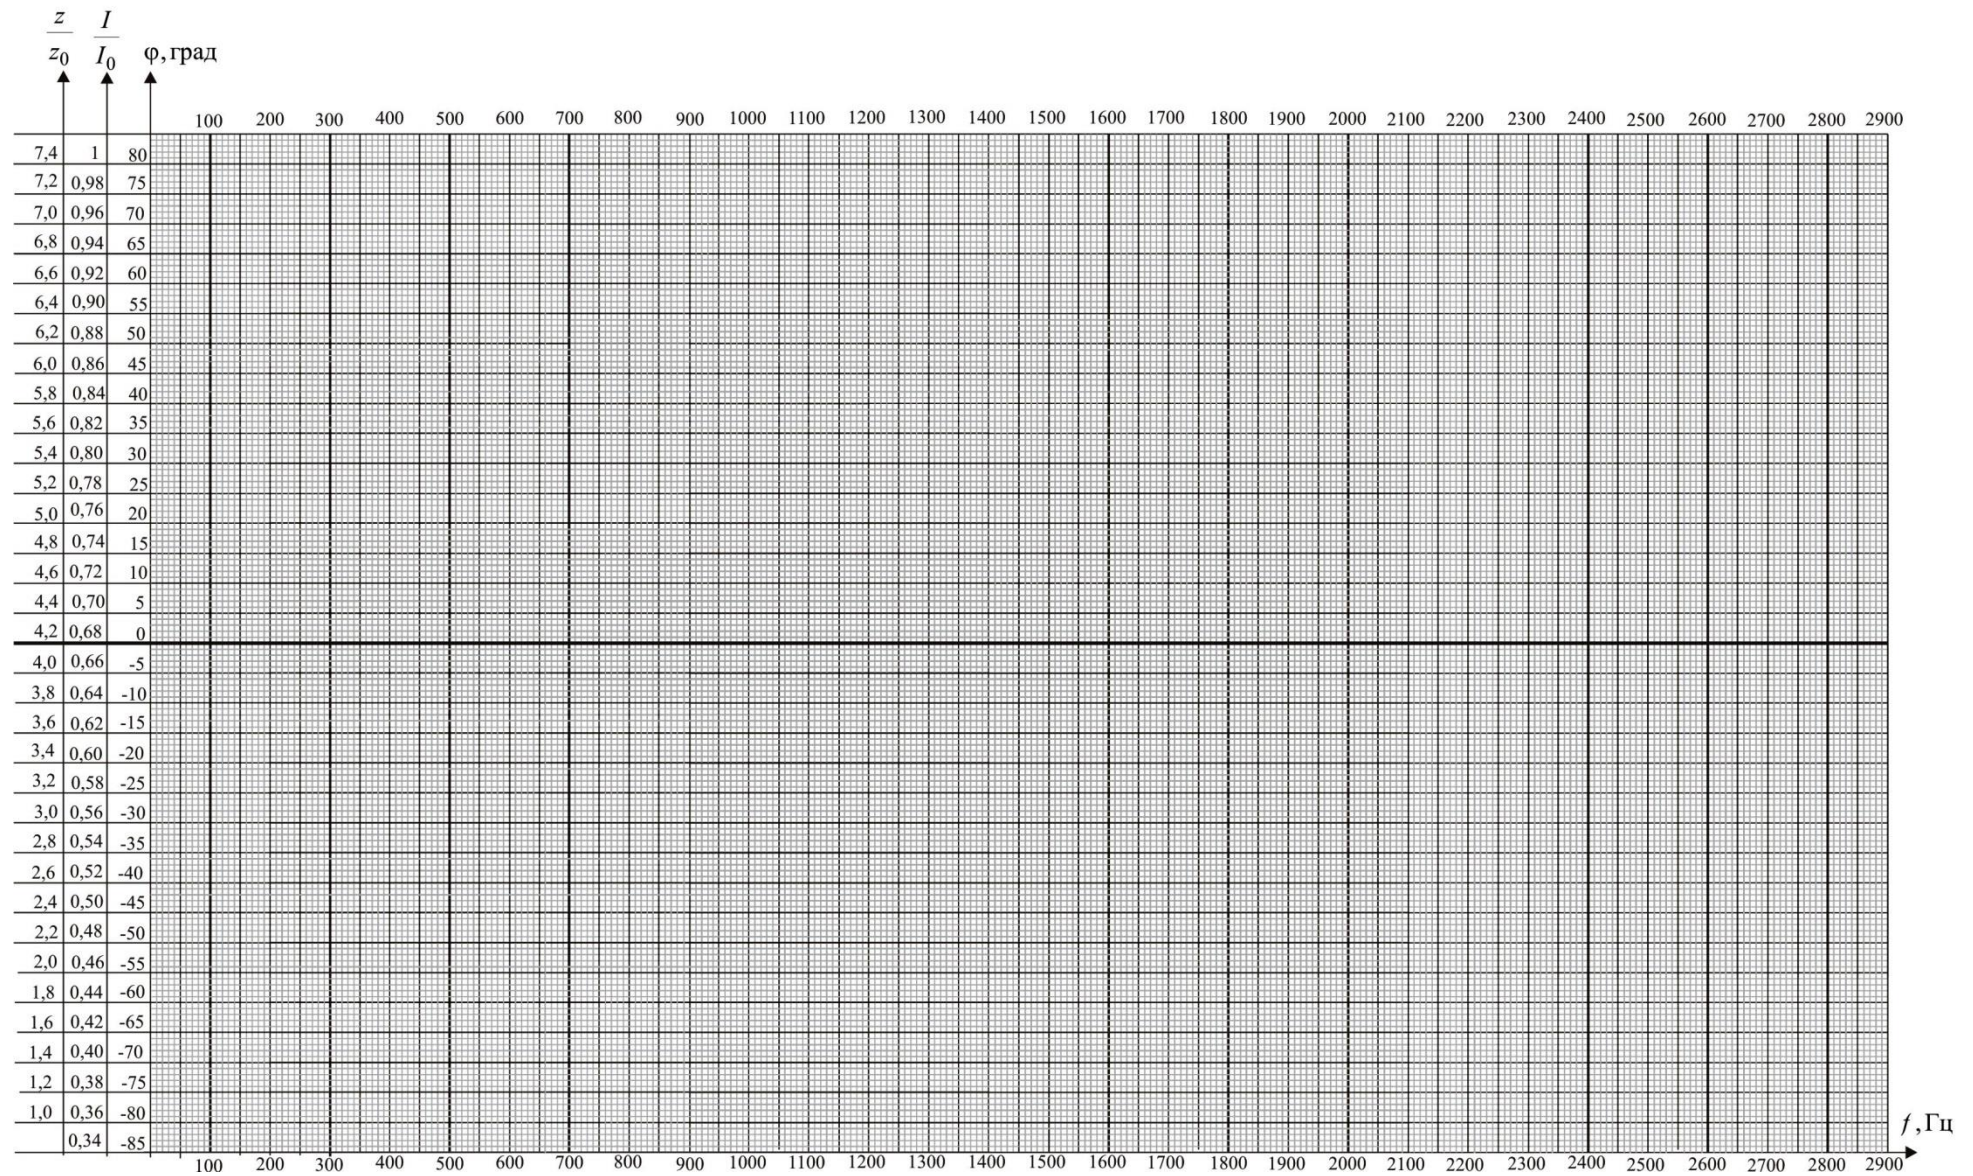
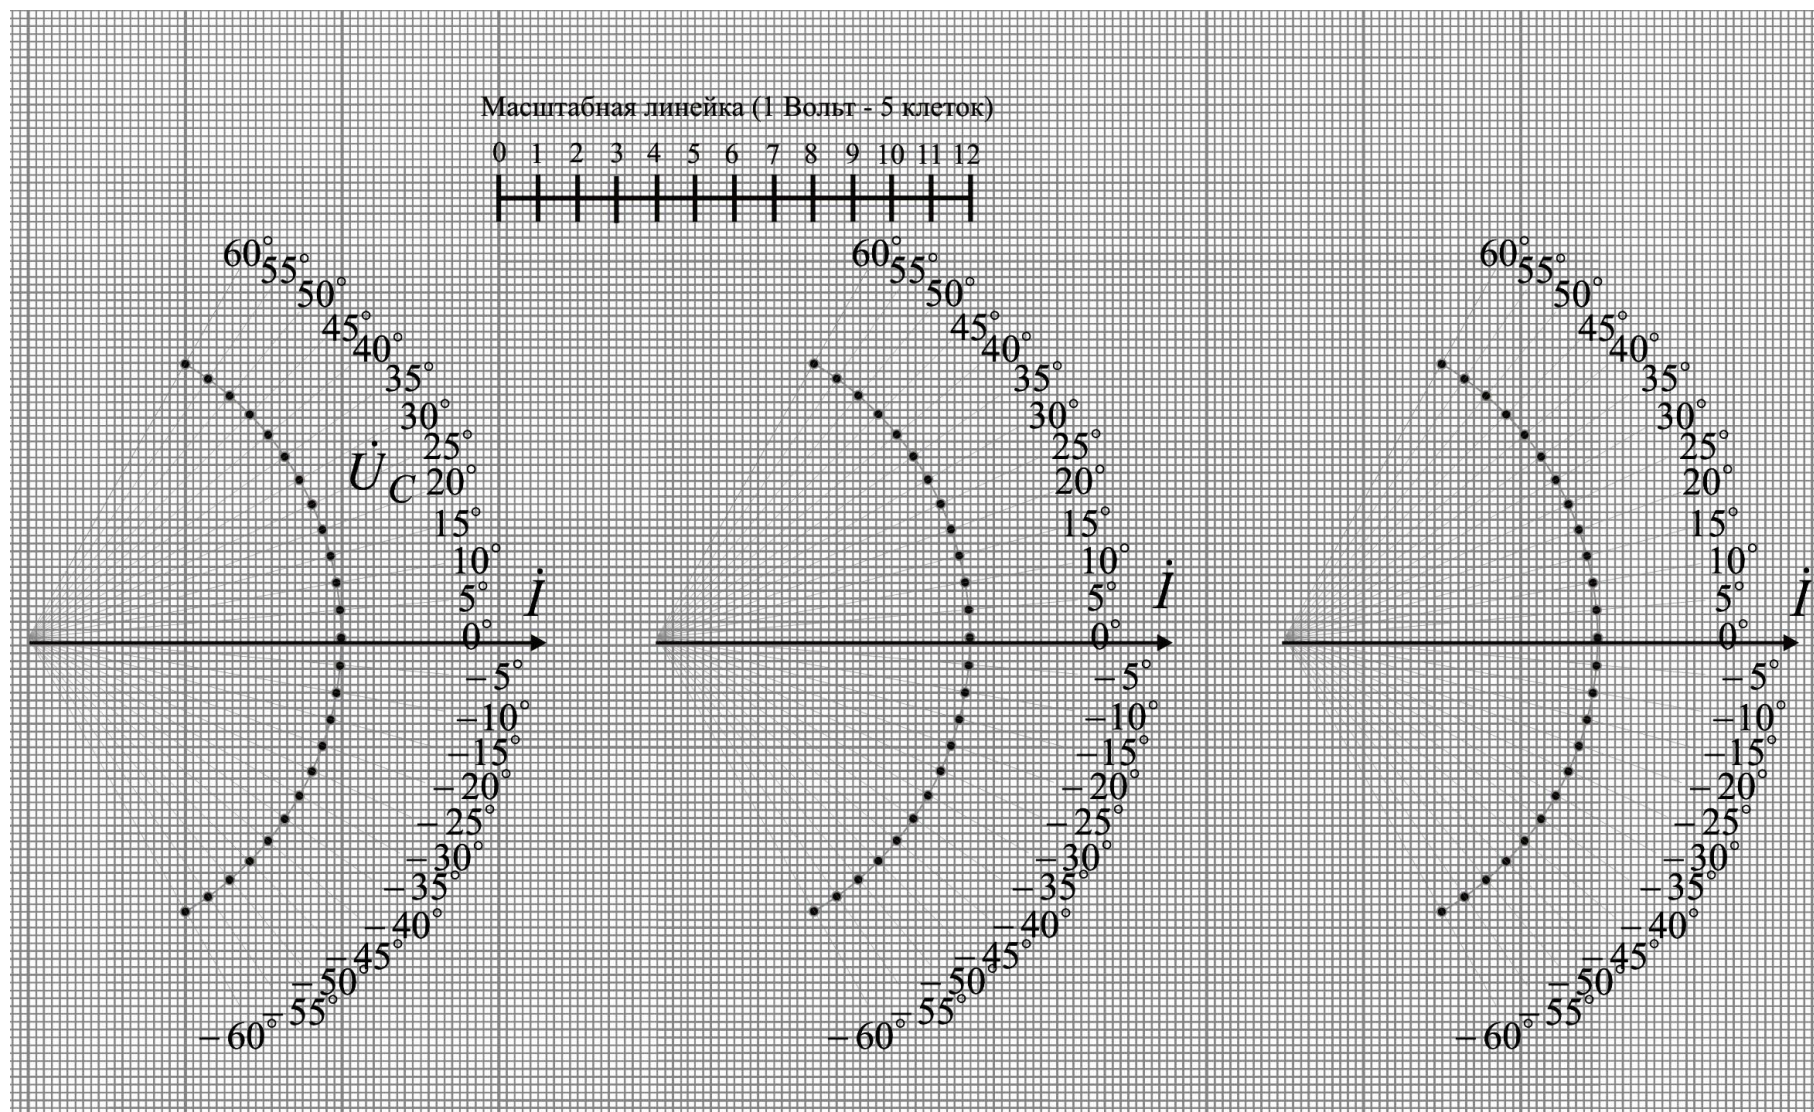

Рис. 11. Частотные характеристики последовательного резонансного контура.
Рис. 12. Векторные диаграммы.
2.2.5.12. Постройте графики $\frac{I}{I_0}$, $\frac{z}{z_0}$ и φ в функции частоты по данным таблиц 4 и 5 в единой системе координат, рис. 11.
2.2.5.13. Постройте, рис. 12, векторную диаграмму напряжений для частот f_0 , f_1 , f_2 по данным таблицы 4. Векторная диаграмма должна отображать взаимное расположение входного напряжения \dot{U} , напряжения на балластном резисторе \dot{U}_6 , напряжения на конденсаторе \dot{U}_C и напряжения на катушке индуктивности \dot{U}_K . Вектор тока \dot{I} на рис. 11 построен без соблюдения масштаба и ориентирован горизонтально вправо. При построении используйте масштабную линейку (рис. 12).
5. Как примерно изменятся графики, рис. 11, если уменьшить сопротивление R_K ?